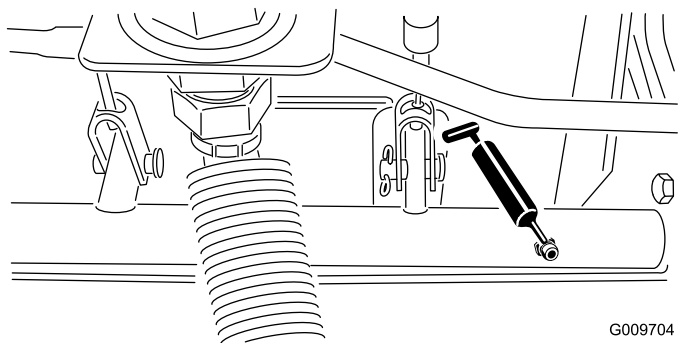

Figura 74
- Cojinetes de pivote de eje de freno (5) tal y como se muestra en la Figura 74